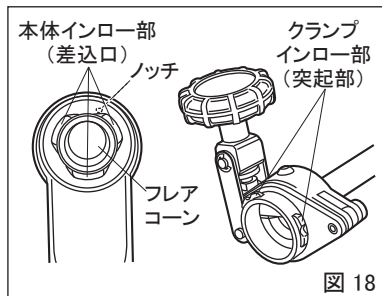

図 18
(2) フレア加工
- ① パイプをセットしたクランプに本体を取付けます(図18、19)。